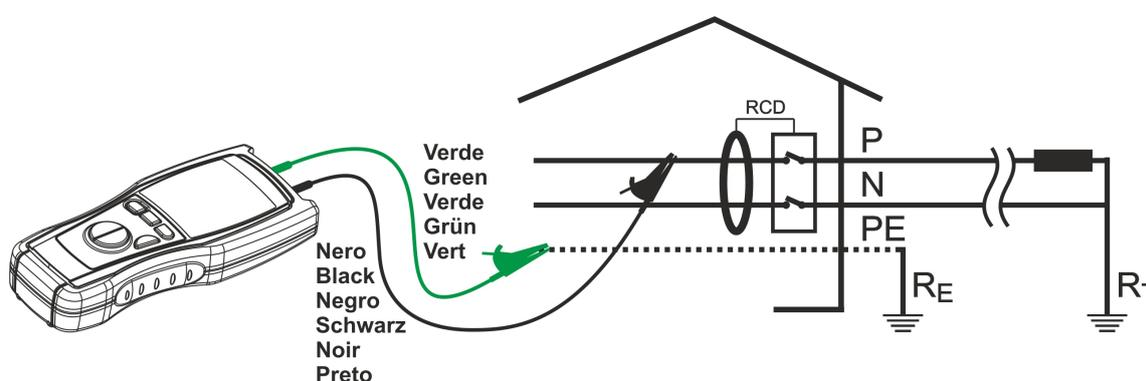

Fig. 14 : Connexion des bornes de l'instrument dans l'essai AUTO
5. Connecter la borne verte de l'instrument au conducteur de protection (terre) et le conducteur noir au câble de phase (voir Fig. 14) ou bien brancher la fiche shuko dans la prise.